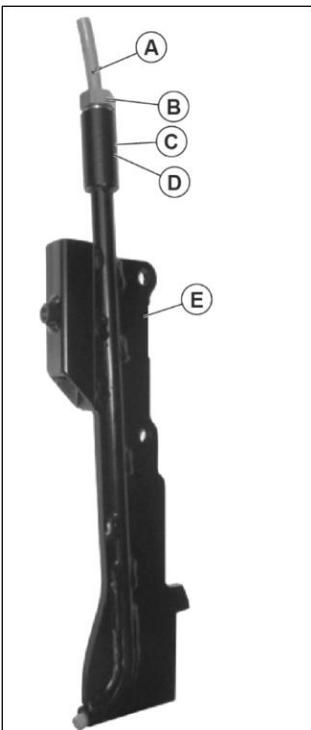

Fig. 4
1. O-ring (D)
2. Avstandsstykke (C)
3. Låsemutter (B)
Med mutteren litt løs setter du inn røret (A) til det går ca. 5 mm ut fra den nederste delen. Deretter trekker du til mutteren med en 17-skiftenøkkel, og røret låses. I Fig. 4 kan du se kabelledeeren riktig montert. Du kan nå gå videre til å feste kabelledeeren til maskinstrukturen.